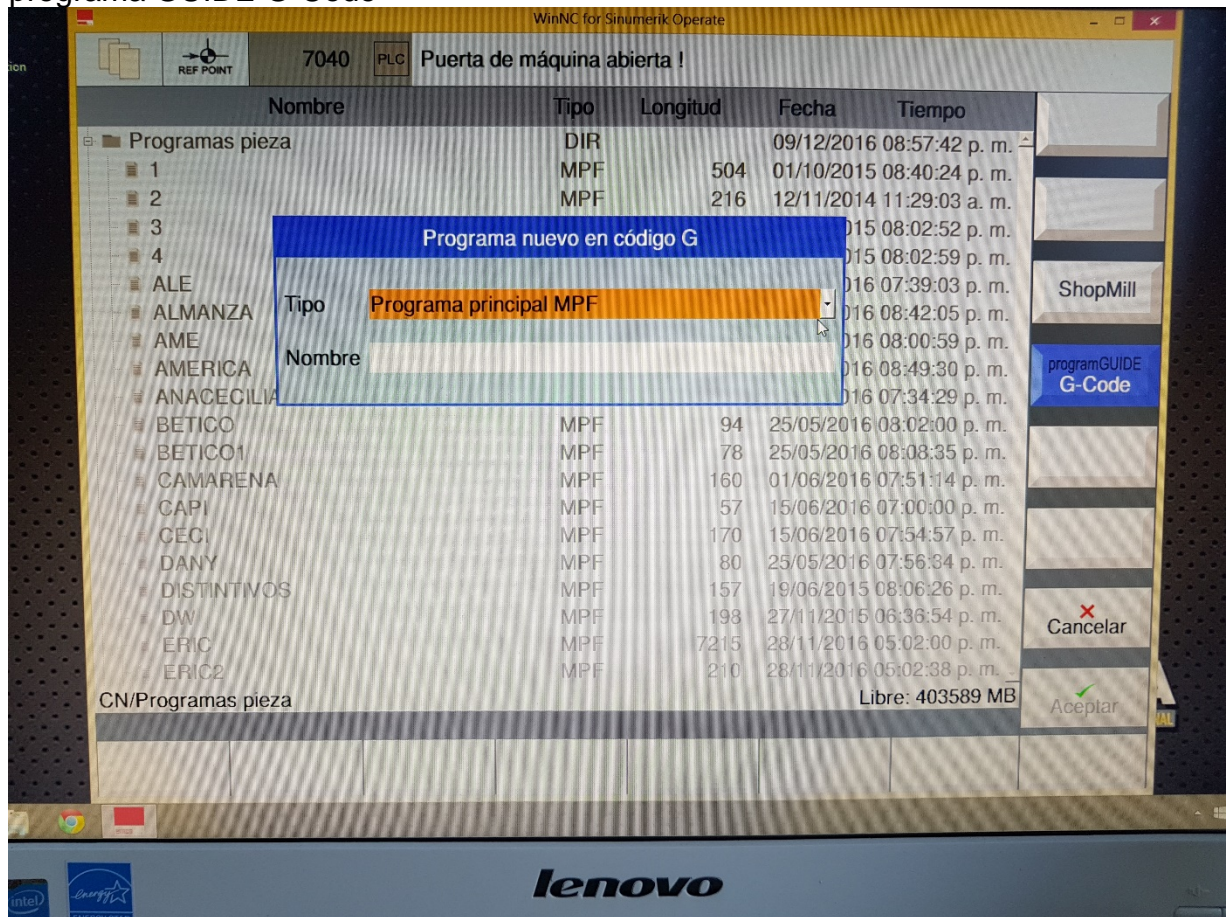

Ilustración 5.22
4. Aparece un cuadro de diálogo, en esta pantalla (ilustración 5.22) se selecciona programa GUIDE G-Code
5. En la pestaña de Tipo, se selecciona Programa principal MPF (ilustración 5.22)